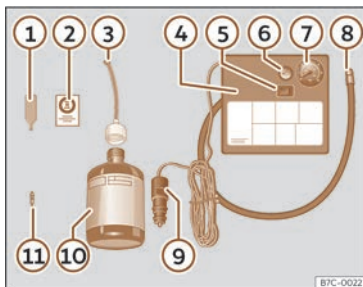

Fig. 246 Afișajul standard: componentele kitului de reparație anvelope în caz de pană.
Kitul de reparație anvelope în caz de pană este amplasat sub podeaua portbagajului. Include următoarele componente >>> **fig. 246:**
- Deșurubați capacul ventilului anvelopei și inserția. Utilizați dispozitivul >>> **fig. 246 ①** pentru a scoate capacul ventilului. Așezați-o pe o suprafață curată.
- Scuturați bine recipientul cu etanșant pentru anvelope >>> **fig. 246 ⑩**.
- Înșurubați furtunul de umflare >>> **fig. 246 ③** pe recipientul cu etanșant. Sigiliul recipientului se va rupe automat.
- Scoateți capacul de umplere >>> **fig. 246 ③** și înșurubați capătul deschis al tubului pe ventilul anvelopei.
- Înlocuiți capacul cu dispozitivul >>> **fig. 246 ①** pe ventilul anvelopei.
- Înșurubați furtunul compresorului pentru umflarea anvelopei >>> **fig. 246 ⑧** pe ventilul anvelopei.
- Verificați dacă șurubul de evacuare a aerului este închis >>> **fig. 246 ⑥**.
- Cuplați mufa >>> **fig. 246 ⑨** la priza de 12 V a autovehiculului >>> pag. 267.
- Porniți compresorul de aer de la comutatorul ON/OFF (pornit/oprit) >>> **fig. 246 ⑤**.
- Lipiți autocolantul >>> **fig. 246 ②** pe afișajul panoului de bord, în câmpul vizual al șoferului.
Înșurubați din nou tubul de umflare >>> **fig. 246 ⑧** și verificați presiunea pe manometrul **⑦**.